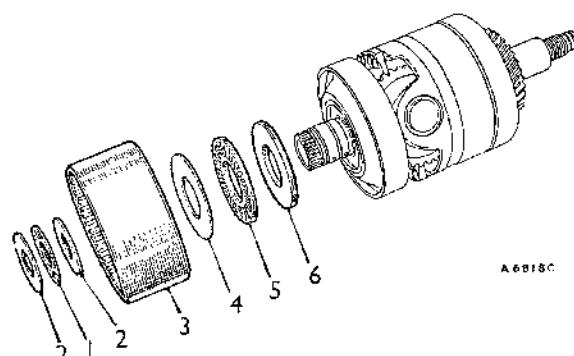

Fig. Fa.48
- (31) Montar el embrague de directa y marcha atrás con su arandela selectiva de acero y el cojinete Torrington de agujas, sobre el eje secundario de marcha atrás. (Ver Fig. Fa.48).